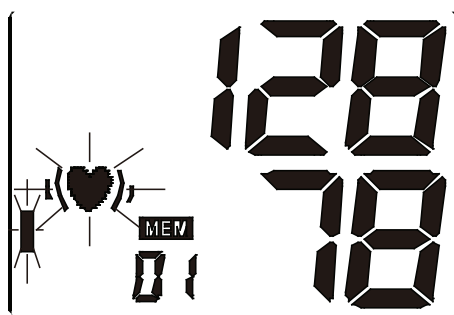
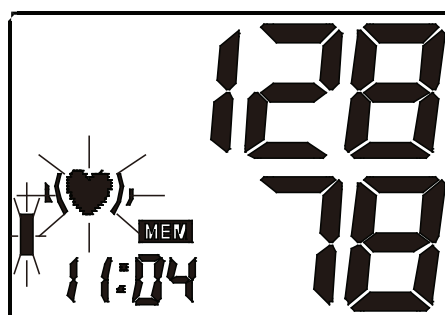
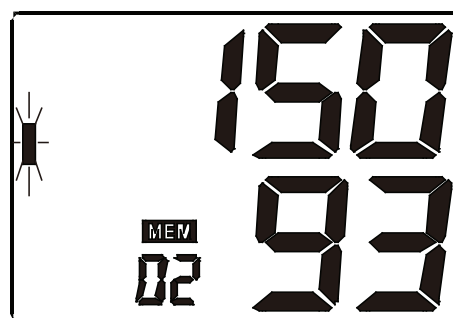

Figura 7-6
Figura 7-7
Figura 7-9
- d. Mientras se visualiza el valor medio, presionar el botón “MEM” para visualizar el resultado más reciente. Véase figura 7-6. Posteriormente, la pantalla mostrará la presión sanguínea y la frecuencia cardiaca por separado. Si se obtiene un latido irregular, el visualizador empezará a parpadear. Véase figura 7-7 & 7-8. Presionar nuevamente el botón “MEM” para volver a ver el resultado posterior. Véase figura 7-9. De este modo, presionando varias veces el botón “MEM” se obtiene la visualización de los valores respectivos medidos previamente.